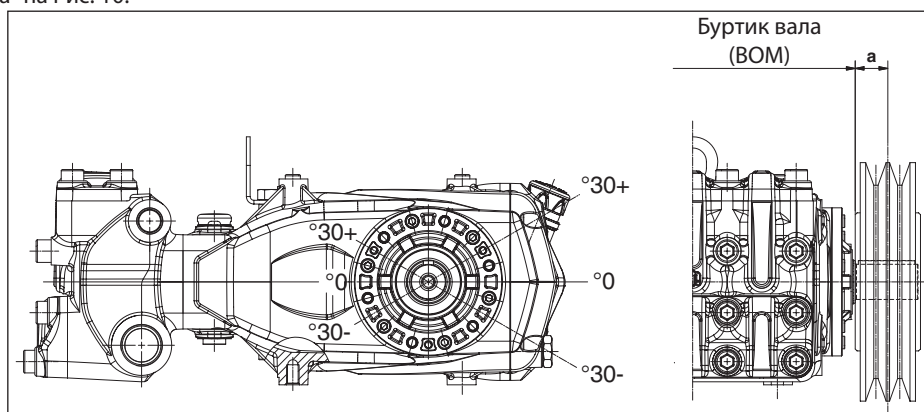

Рис. 10
Передача считается подходящей в том случае, если данная нагрузка прилагается на максимальном расстоянии $a=50$ мм от буртика вала (ВОМ), как указано на Рис. 10.
- б) Пользуйтесь ремнями с высоким КПД, например, **XPB** вместо **SPB**, поскольку в этом случае потребуется меньшее количество ремней при одинаковой передаваемой мощности, что в свою очередь сократит расстояние между результирующей силой и буртиком вала (BOM) "а" на Рис. 10.
- д) Натягивайте ремень в направлении, указанном на Рис. 10, в случае особых потребностей обратитесь в **технический отдел** или **службу технической поддержки**.